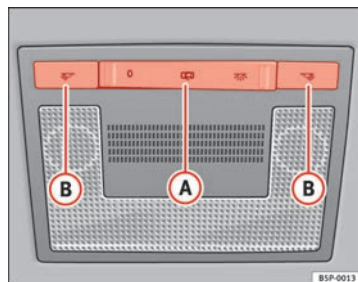

Fig. 79 Rivestimento interno del tetto: illuminazione anteriore dell'abitacolo
Con l'interruttore ⇒ fig. 79 (A) si possono selezionare tre diverse modalità:
Premere il pulsante fino alla posizione 0 ⇒ fig. 79.